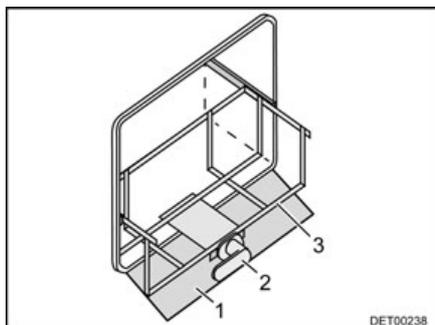

Fig. 148 Caja para bombonas de gas
- Si se dispone de una chapa protectora, plegar la chapa protectora (Fig. 148,1) hacia abajo.
- Desbloquear el carro (Fig. 148,3) a través del tirador (Fig. 148,2).
- Extraer el carro (Fig. 148,3) hasta el tope.
- Girar el tirador (Fig. 148,2) hacia atrás.
- Introducir el carro (Fig. 148,3) hasta el tope y girar el tirador (Fig. 148,2) hacia atrás.
- Si se dispone de una chapa protectora, plegar la chapa protectora (Fig. 148,1) hacia arriba.